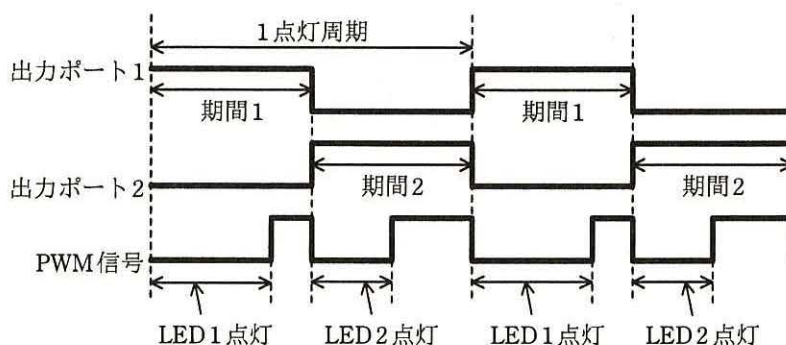

図 6 LED の駆動タイミング
LED1 と LED2 を時分割でドライブするときの LED の駆動タイミングを図 6 に示す。
- (1) タイマの PWM 信号は 8 チャンネル分しかないので、ソフトウェアで PWM 信号を出力できないか検討する。ここで、ソフトウェアで PWM 出力を行った場合、最小分解能は 5 マイクロ秒とし、割込み応答時間は無視できるものとする。
- (b) タイマの PWM 信号を用い、図 6 に示すように時分割して LED を制御するとき、4 本の出力ポート（期間 1 の出力に 2 本、期間 2 の出力に 2 本）を使用する必要がある。その理由を 30 字以内で述べよ。
- (2) 本文中の  ～  に入れる適切な字句を答えよ。
- (3) 次の文中の  ～  に入れる適切な字句を答えよ。